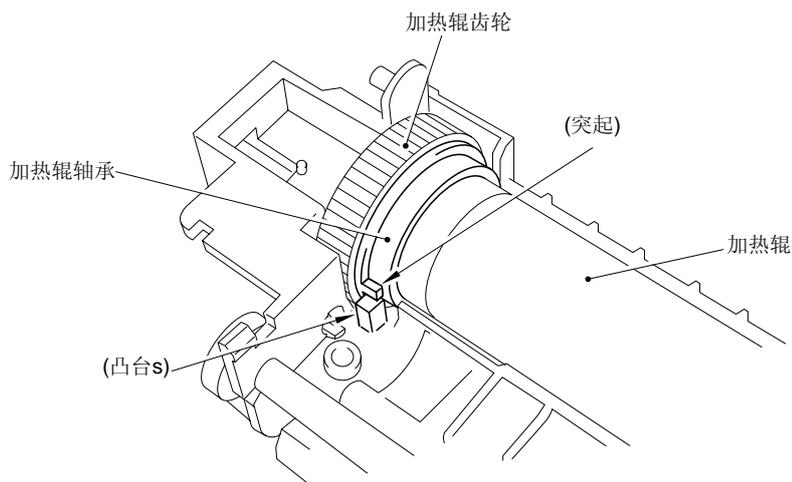

图 4-54
- 当把加热辊往定影单元基架上重新安装时，要如图4-54所示将加热辊右端的两个突起放在基架的两个凸台上。